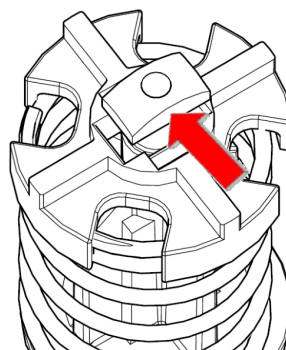

Abb. 5
3. Den Schalthebel auf EIN (angehoben) stellen, um den Motor anzulassen (Abb. 5). Die Pumpe muss starten und sich auf langsamen Leerlauf einpendeln.
2. Den Bypassventilhalter über die Arretierung auf dem Bypassventil nach unten drücken. Den Halter nach unten drücken (die Feder zusammendrücken), bis dieser komplett unter der Arretierung sitzt (Abb. 5).